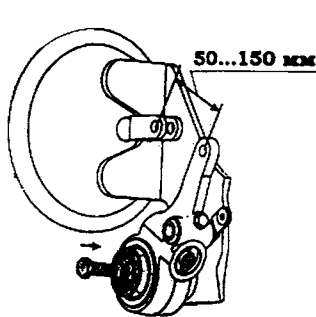

Рис. 6-16.
2. Установить регулятор на вал привода тормоза и закрепить его на валу (рис. 6-16). Направление действия силы тормозной камеры должно совпадать с направлением стрелки нанесенной на корпус регулятора.